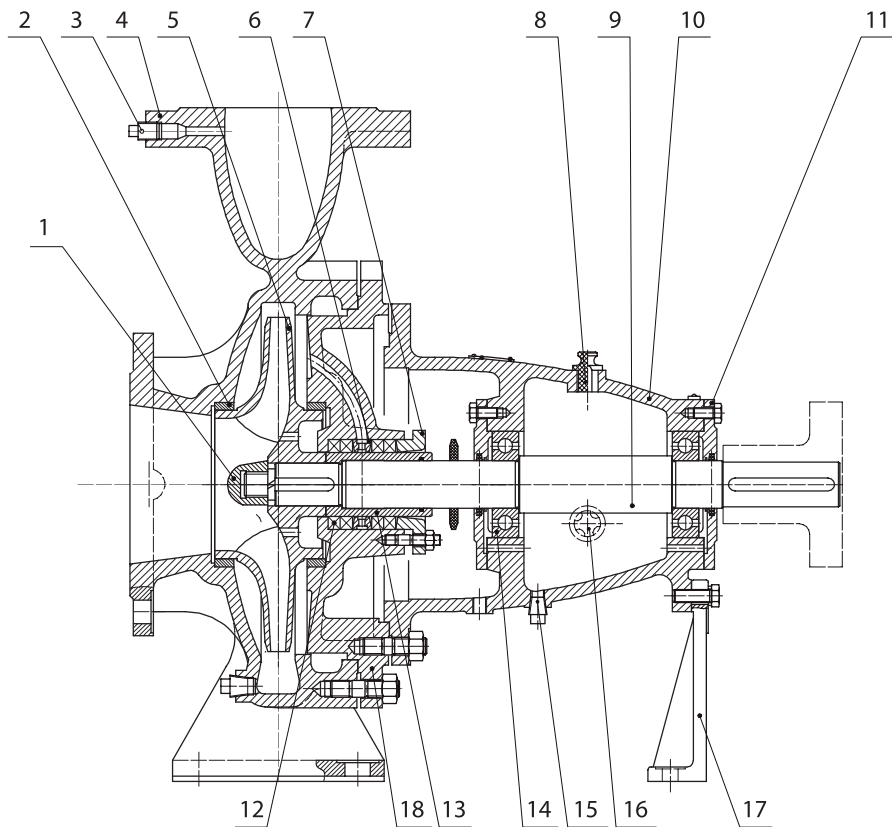

Рисунок 1.
-	UCB250R(S) 3PT4S0000C 00175	ITH220K N0180S	-	IMC150 22NS X220
1.4.1 Насосы типа К – центробежные, горизонтальные, консольные, с одинарным или двойным сальниковым уплотнением вала. Корпус насоса (рис.1 поз.4) представляет чугунную отливку, в которой выполнены входной и выходной патрубки, спирально-кольцевой отвод и опорные лапы. Входной патрубок расположен по оси вращения, выходной патрубок направлен вертикально вверх и расположен в одной плоскости с осью вращения. К корпусу насоса крепится крышка корпуса (рис.1 поз.18), которая соединяется с опорным кронштейном (рис.1 поз.10).
1.4.4 Опорами вала служат два радиальных подшипника (рис.1 поз.14), установленных в опорном кронштейне (рис.1 поз.10), смазка подшипников осуществляется маслом, которое заливается непосредственно в опорную стойку через отверстие сверху (рис 1 поз.8), уровень масла контролируется через смотровое окно (рис. 1 поз.16), на боковой поверхности стойки. Подшипники смазываются маслом типа И-20 или аналогичным. Замена масла требуется после начала работы через 200 часов, а в дальнейшем через каждые 3000 часов работы.
В качестве уплотнения вала используется набивка сальниковая (рис.1 поз.12) типа АП-31 или ХБП-31 ГОСТ 5152-84. На насосах типа С устанавливается не менее 4 колец, на насосы типа СД не менее 5 колец набивки. Размер сечения набивки и примерный расход на одно кольцо приведены в таблице 3.